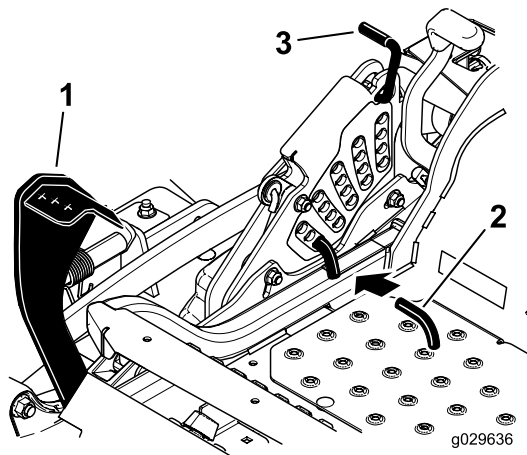

Figure 27
2. Appuyez sur la pédale de commande du plateau de coupe avec le pied et relevez le plateau à la position de transport (qui est aussi la position de hauteur de coupe de 140 mm), comme montré à la Figure 27.
3. Pour changer de hauteur de coupe, tournez la goupille de 90 degrés retirez-la du support de hauteur de coupe (Figure 27).
4. Placez la goupille dans le trou du support correspondant à la hauteur de coupe voulue (Figure 27).